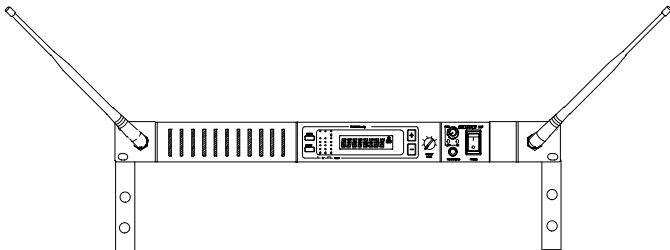

ABBILDUNG 9
- Stecken Sie die beigegefügte UHF-Antennen in die BNC-Buchsen an der Vorderseite ein (Abbildung 9). Die besten Leistungen werden erzielt, wenn die Spitzen der Empfängerantennen in einem Winkel von 45° zur Vertikalen voneinander weg weisen.